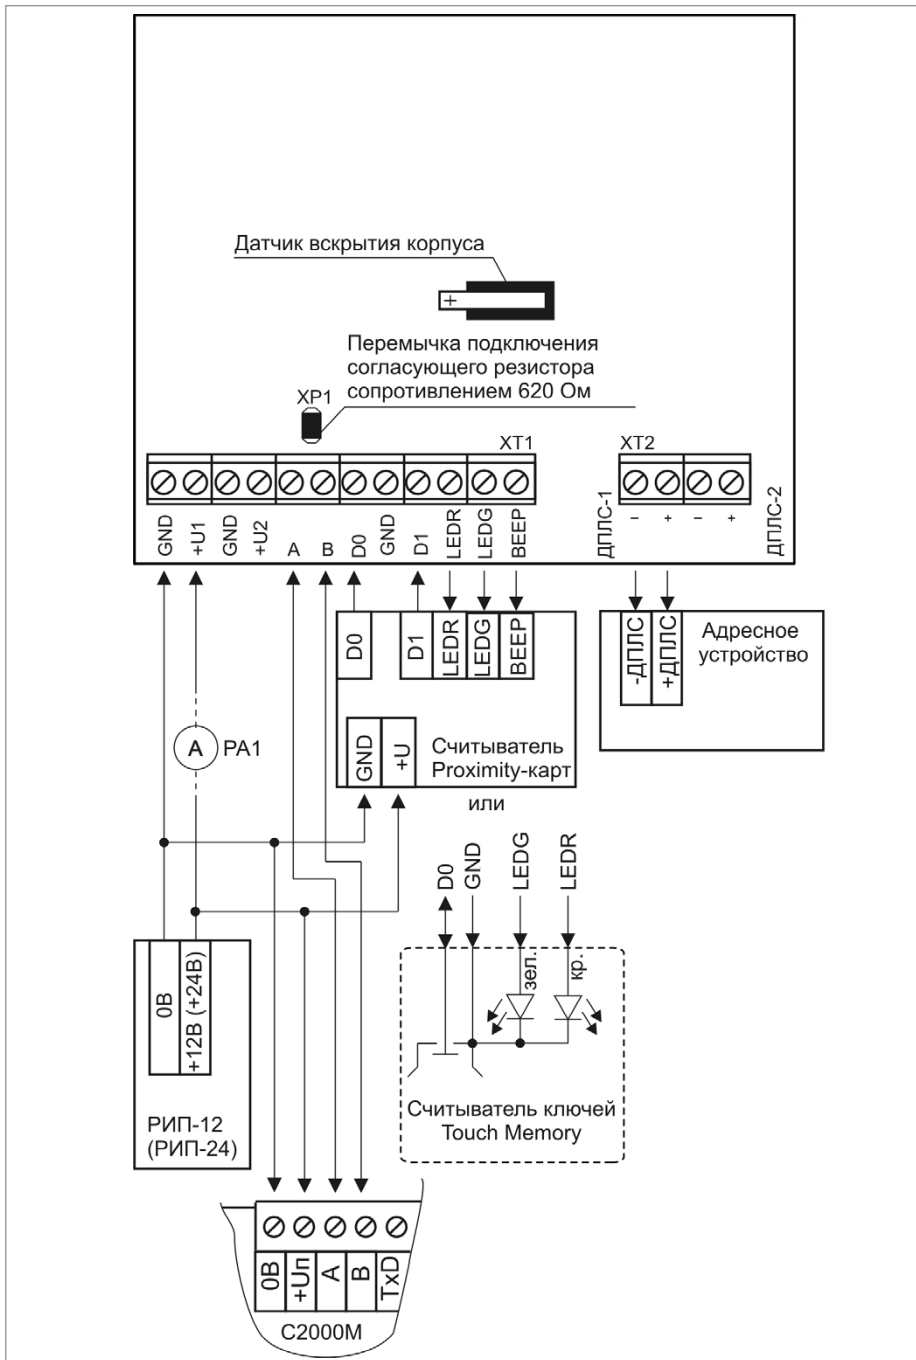
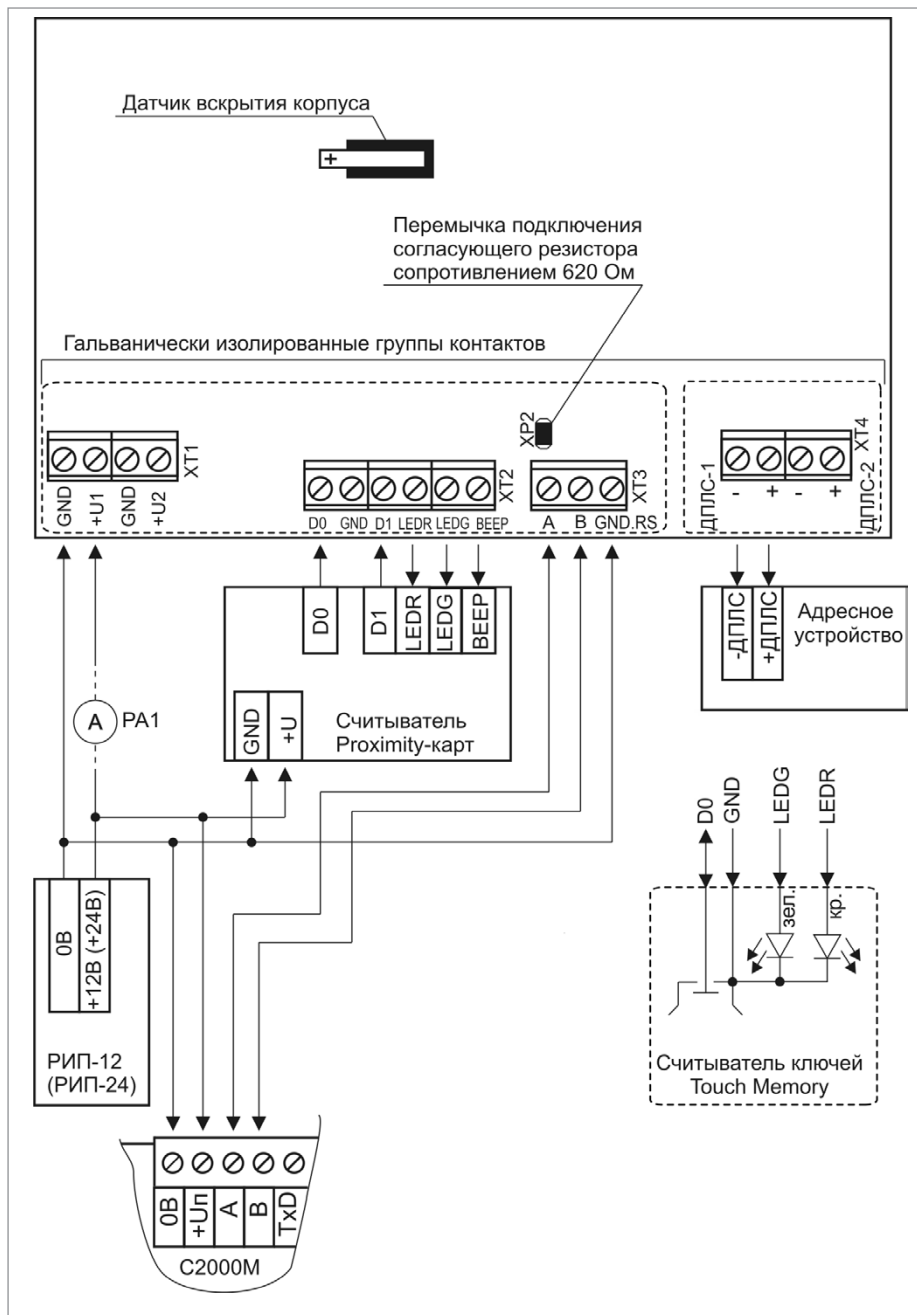

Рисунок 3. Схема подключения контроллера «С2000-КДЛ» при проверке
Рисунок 4. Схема подключения контроллера «С2000-КДЛ-2И» при проверке
2.2. Подключите контроллер по схеме, приведенной на Рисунок 3, Рисунок 4.
2.8. После проведения общих проверок по схеме на Рисунок 3, Рисунок 4 отключите источник питания от клемм «+U1» и «0В» и подключите его к клеммам «+U2», «0В».